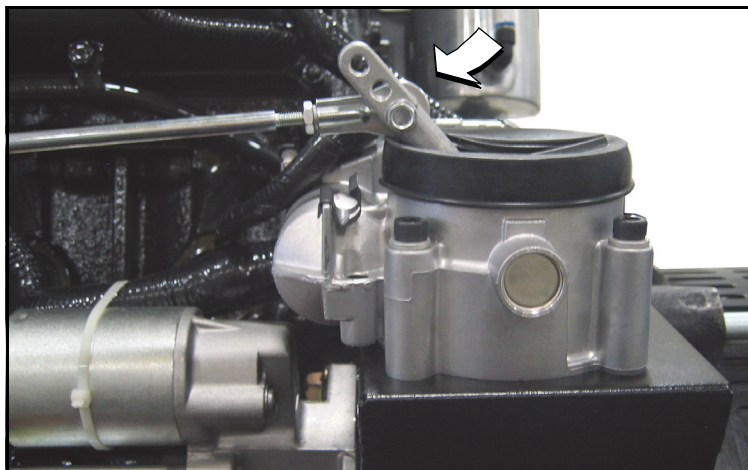

Figura 5-16. Lubrifique as extremidades da haste do regulador
1. Lubrifique ambas as extremidades da barra com um spray de silicone. Consulte a Figura 5-16.